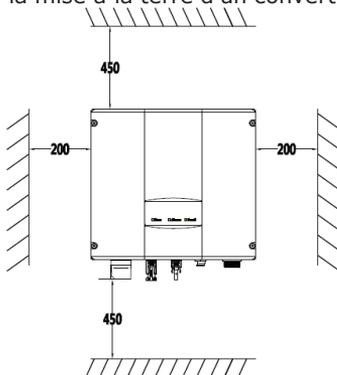
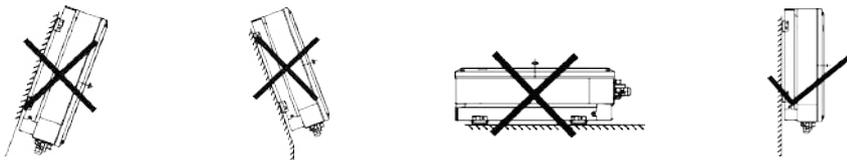

Figure 8. Espace de montage
Figure 9. Position de montage
(2) Choisissez un endroit bien aéré et protégé de la lumière solaire directe et de la pluie.
(3) Assurez suffisamment d'espace autour du convertisseur afin d'assurer un montage et un démontage facile sur et de la surface de montage et une convection de l'air. (Cf Figure 8).
(4) La température ambiante lors du montage doit être $-25\text{ °C} \sim 60\text{ °C}$
(5) L'endroit de montage doit être loin de dispositifs électroniques qui pourraient générer des fortes interférences électromagnétiques.
(6) Monter le convertisseur sur une surface rigide et stable, par exemple sur un mur, sur un crochet métallique etc.
(7) La surface de montage doit être perpendiculaire à la ligne horizontale. (Cf Figure 9)
(8) Il faut garantir, lors du montage, que le convertisseur est mis à la terre de manière fiable et le matériel du fil conducteur de mise à la terre doit être conforme aux matériaux métalliques réservés pour la mise à la terre d'un convertisseur.